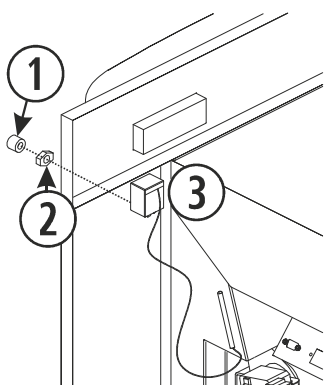
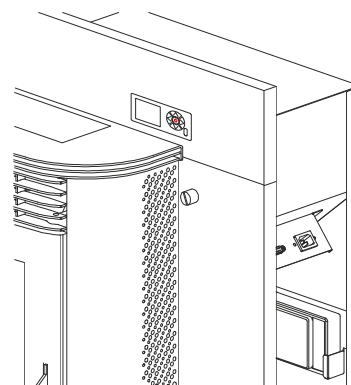

Figura 14
Figura 15
Si la estufa que tenemos es una Ecoaire Insert o Eco II, debemos fijar el termostato de seguridad a los paneles del encastre. Éstos, ya disponen de un agujero, a través del cual insertamos el termostato (③) según la figura 14, lo fijamos al encastre con una tuerca (②) y finalmente enroscamos el tapón (①). La estufa empleada en las figuras es una Ecoll, mostrándose el resultado final en la figura 15.